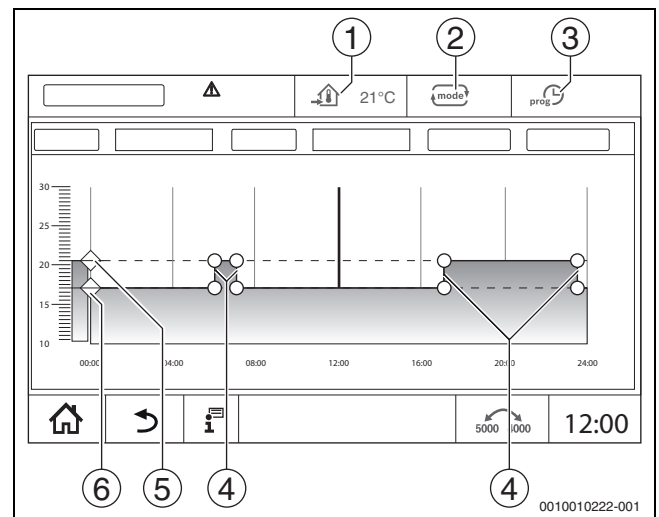

Bild 20 Automatik Absenkbetrieb im Zeitprogramm ändern
Für die Betriebsarten (→ Bild 20, [2], Seite 19) und die erweiterten Funktionen können jeweils eigene Temperaturen und Umschaltkriterien eingestellt werden. Die Einstellungen können für jeden Heizkreis und jede Betriebsart separat vorgenommen werden.
Der **Automatik Absenkbetrieb** wird über die Parameter in den Servicemenüs vordefiniert. Die Parameter lassen sich im Zeitprogramm ändern (→ Bild 20, [4], [6]).
- Temperaturen durch Verschieben der Punkte (→ Bild 20, [5], [6]) ändern.